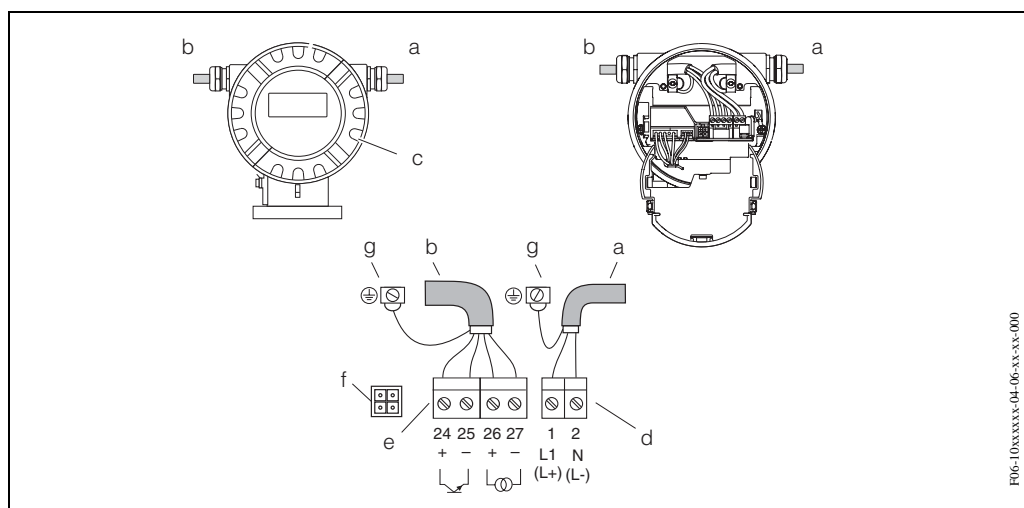

Рис. 27: Подключение преобразователя (алюминиевый корпус). Поперечное сечение кабеля: макс. 2.5 мм²
- Электромонтажная схема → Рис. 27
Электромонтаж в соответствии с электромонтажной схемой на Рис. 27, стр. 40